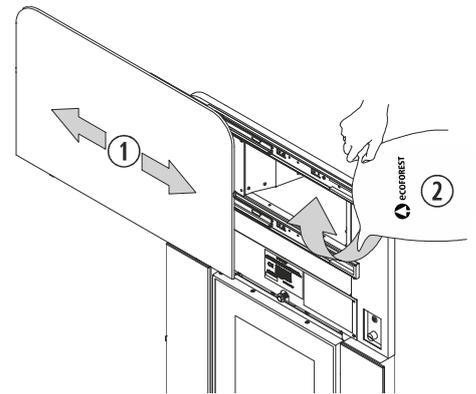
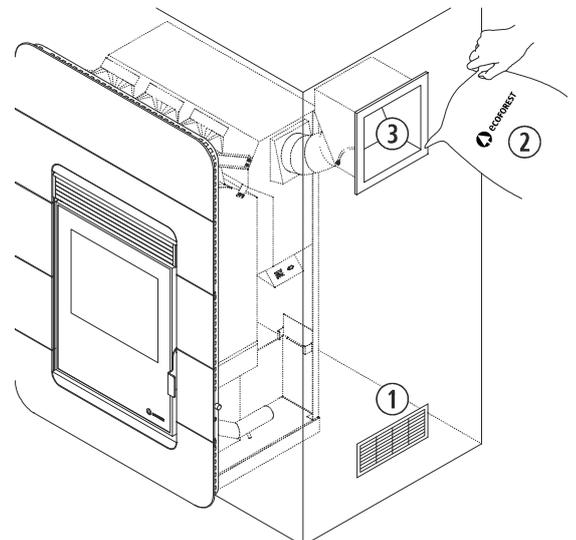

Figura 2
Figura 3
*insert* (figura 2) deslocar para a esquerda a porta que dá acesso ao reservatório para poder realizar a carga. Recomenda-se carregar o reservatório com a estufa fria. Se a estufa for um modelo *Oslo Insert* (figura 3), a carga irá realizar-se pela porta de carga de pellets que irá ser instalada na decoração (lateral direito ou esquerdo).
①	Tampa do depósito.
②	Combustível.